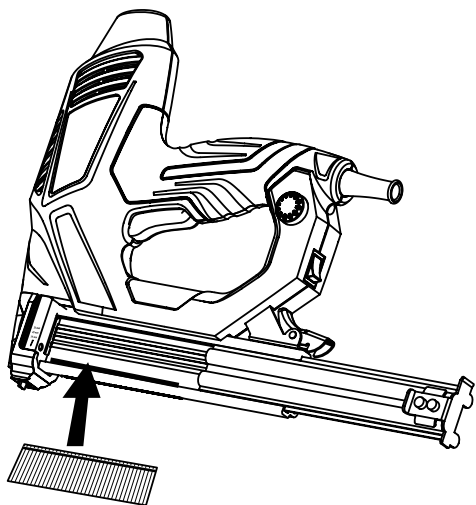

Fig. 4 – Posicionamento dos pinos/grampos
3. Coloque os grampos/pinos com as pontas voltadas para baixo, Fig. 4;